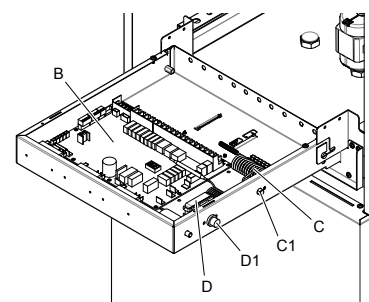

fig. 20 - binnenaanzicht van het schakelbord
- B** Elektronische hydronische kaart (fig. 20)
- C** Thermische beveiliging voor eenfasige elektrische weerstand met handmatige resetknop (ond. C1 fig. 20)
- D** Thermische beveiliging voor driefasige elektrische weerstand met handmatige resetknop (ond. D1 fig. 20)